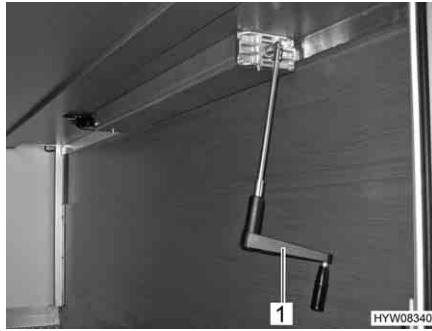

Fig. 76 Letto in coda, regolabile meccanicamente in altezza
- Estrarre la manovella (Fig. 76,1) dal supporto.